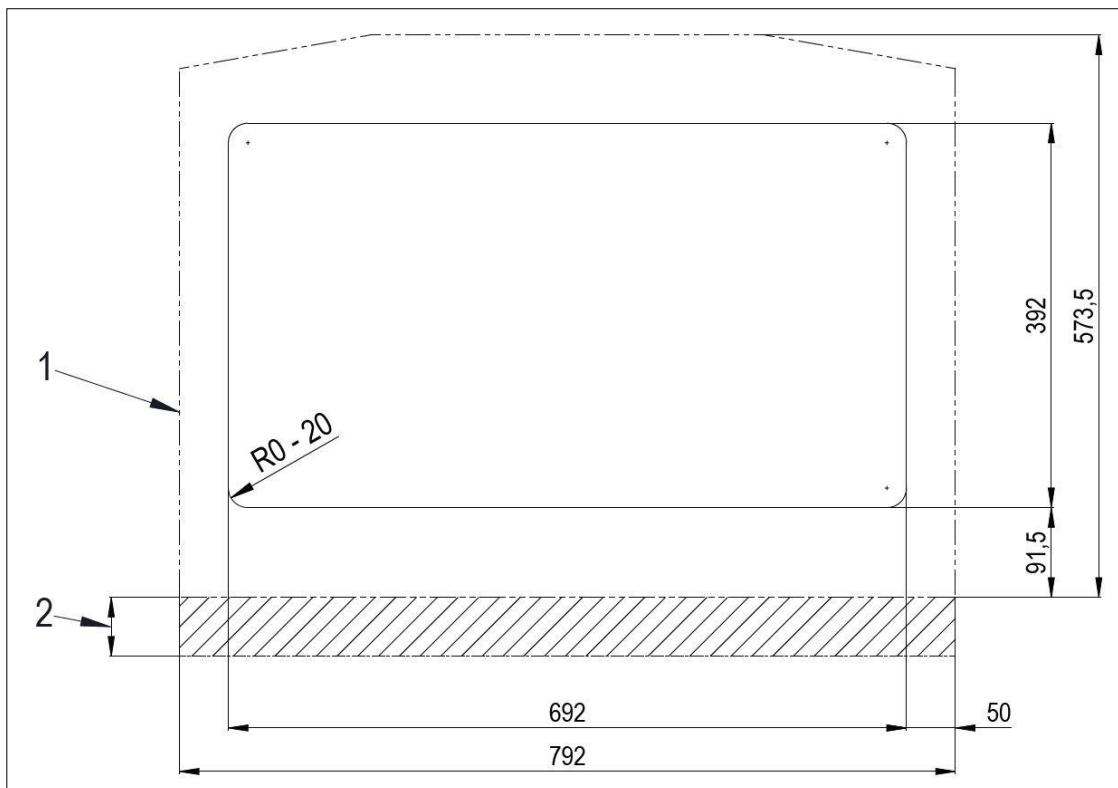

Figura 7 – Recorte del armario eléctrico PWT
- Practique los recortes en el armario eléctrico. Consulte la figura 7 para obtener información sobre las dimensiones especificadas